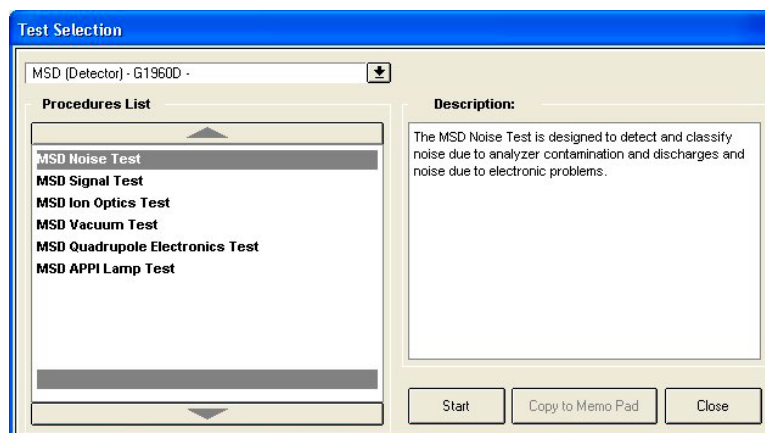

図 66 MS の診断テスト
- **モジュールテストの表示** - 128 ページの図 66 のような、そのモジュールの診断テストのリストを表示します。
システムの各モジュールにアクセスできる事前にプログラムされた診断テストが、多くあります。機器パネルのモジュールアイコンをクリックしたり、[モジュールテストの表示]を選択することで、各モジュールのリスト全体を表示できます。図 66 に MS のテストを示します。